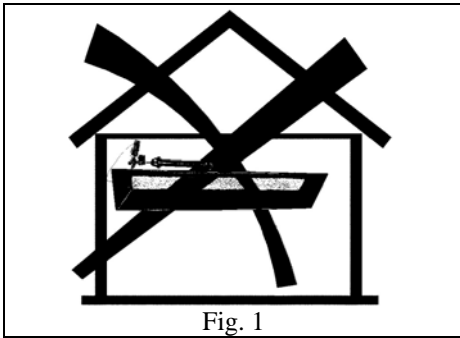

Fig. 1
- Gebruik dit toestel alleen buiten of in goed geventileerde ruimtes, minimaal 25% van het wandoppervlak van die goed geventileerde ruimte dient open te zijn. (zie fig. 1,2 en 3).
- Niet gebruiken in afgesloten ruimtes. Dit kan erg gevaarlijk zijn en is absoluut VERBODEN. (zie fig. 1)
Dit toestel is alleen bedoeld voor buitenshuis gebruik, dus niet voor gebruik in afgesloten ruimten. (zie fig. 1, 2 en 3). Vanuit het toestel bezien zijn er geen veiligheidsbeperkingen om het te gebruiken in grote ruimtes waar ruimte en ventilatieomstandigheden vergelijkbaar zijn met gebruik buiten (bijv. beursgebouwen of overdekte winkelstraten). Dit mag echter alleen wanneer de lokale regels het toelaten. Daarvoor altijd eerst contact opnemen met de lokale autoriteiten om toestemming voordat u dit toestel in dergelijke omstandigheden installeert. Gebruik dit toestel nooit in kleine, afgesloten ruimtes.